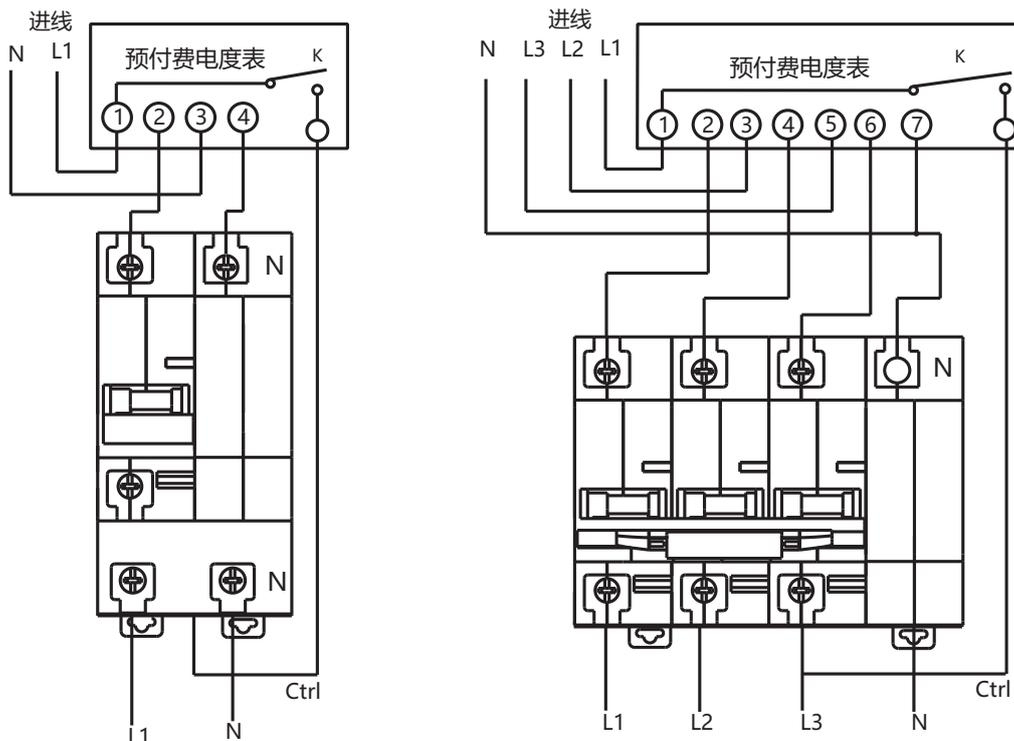

图2 RDB5-125S安装接线图
6.4 按接线图正确接线(见图2)。N线千万不可接错,以确保正常使用。